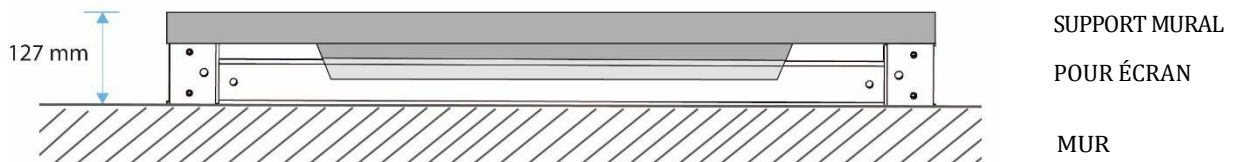

Figure 4 - Distance du mur
Lors du montage, veillez à ce que l'arrivée d'air ainsi que les ouvertures de ventilation ne soient pas recouvertes. La distance (A) entre le mur et l'écran doit être d'au moins 40 mm. (Voir Figure 4 - Distance au mur)
Le support mural fourni garantit un apport d'air suffisant. La profondeur de l'écran, support mural compris, est de 127 mm. (Voir figure 4 - distance au mur)